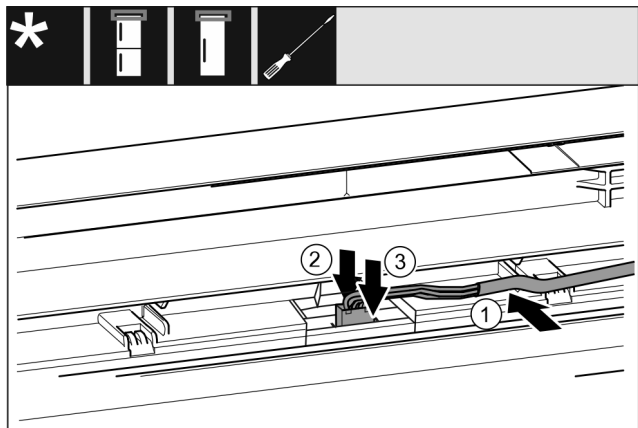

Fig. 33
- ▶ Helyezze be a szürke kábelt a felső ajtóban lévő vezető-sínbe. Fig. 33 (1)
- ▶ Nyomja hátrafelé a reteszelő bütyköt. Fig. 33 (2)
- ▶ Pattintsa be a dugót. Fig. 33 (3)